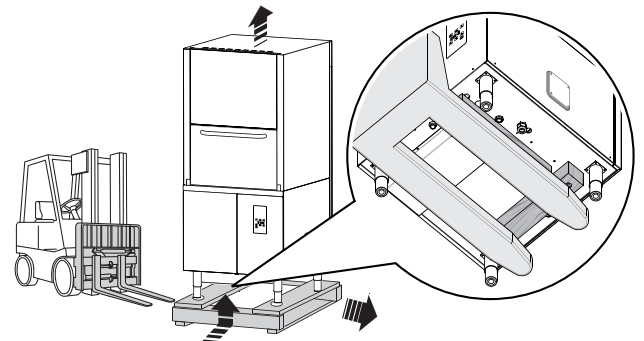

Figure 6 Positionnement de l'appareil
- Soulevez l'appareil à l'aide d'un chariot élévateur comme indiqué ci-dessous, enlever l'embase et le positionner à l'endroit prévu pour son emplacement (Figure 6).